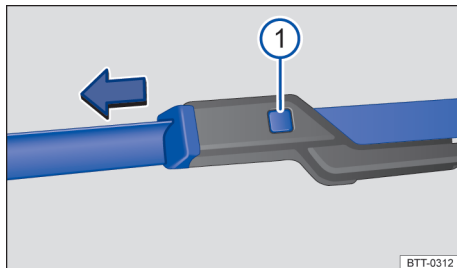

Fig. 171 Substituir as palhetas dos limpadores dos vidros do para-brisa.
- Manter o botão de destravamento pressionado e, ao mesmo tempo, puxar a palheta dos limpadores dos vidros para fora, no sentido da seta → Fig. 171 ①.